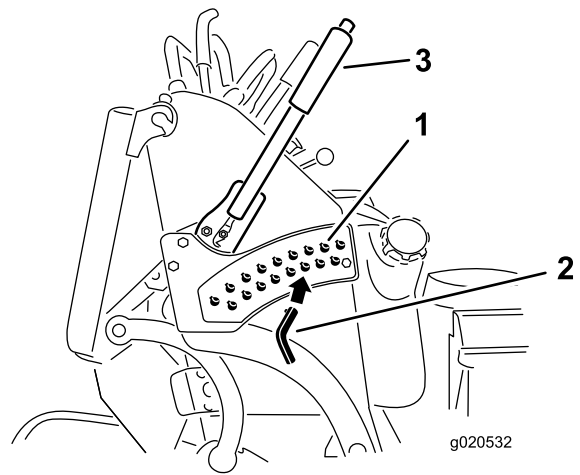

Figure 28
3. Placez la goupille dans le trou du support correspondant à la hauteur de coupe voulue (Figure 28).
4. Poussez le bouton sur le dessus et abaissez le levier de réglage de hauteur de coupe jusqu'à la goupille (Figure 28).